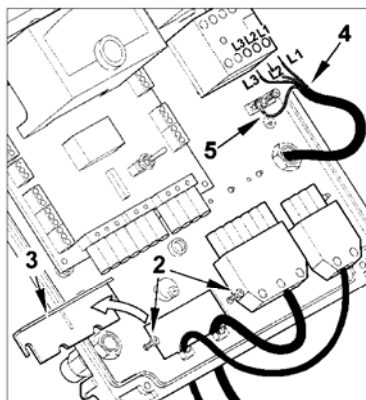

Рис. 2
- 2) Ослабьте винты 2 и после снятия прижимной планки 3 протяните два кабеля для 4-контактного и 7-контактного разъемов через отверстия. Подключите кабель питания к клеммной колодке, подсоедините один из проводов кабеля к земле 5 и зафиксируйте держатель кабеля (см. рис. 2).
Тем же самым ключом поверните шаровой шарнир в направлении, указанном стрелкой и отсоедините рычаг, который двигает горелку вперед (см. рис. 2).
При закрытии горелки слегка сдвиньте вперед электрическую панель, подтяните кабели зажигания и ионизации и установите их на свои места 7 (см. рис. 2). В этом случае кабели не будут повреждены вентилятором при работе горелки.